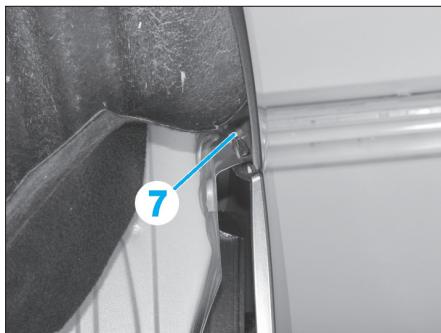

Fig. 184
- déposer les vis de fixation (7) (Fig.184),